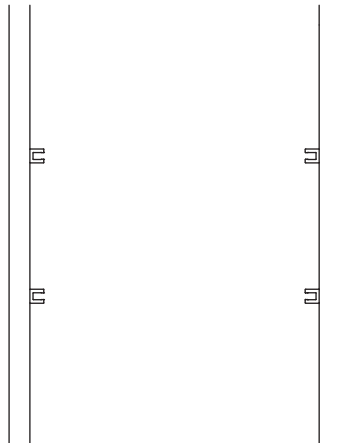

Fig. 13 图 13
- B. These screws allow you to plumb the door as shown in Fig. 13.
- B. 这些螺丝松开可将门作如图13所示的左右的位置调整。